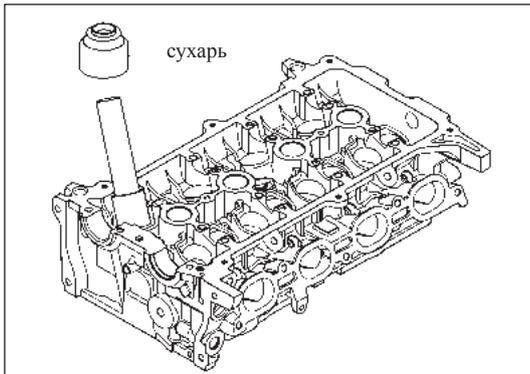

Рис. 12-3-35. Установка маслосъемных колпачков
- (1) Установка клапана
- б) При помощи специального инструмента (СИП) установить новые маслосъемные колпачки, как изображено на рис. 12-3-35.